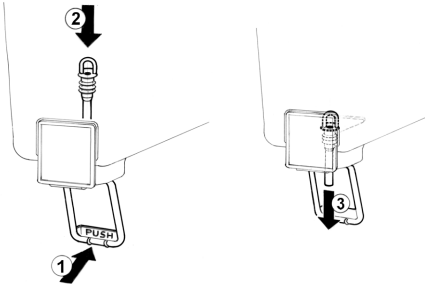

figure 4
2 Robinet avec tube en caoutchouc: Pousser (1) le levier de débit robinet et enfiler (2) le tuyau du robinet dans son siège sur le fond du réservoir. Tirer (3) doucement le tuyau vers le bas jusqu'à le bien placer (voir figure 4).